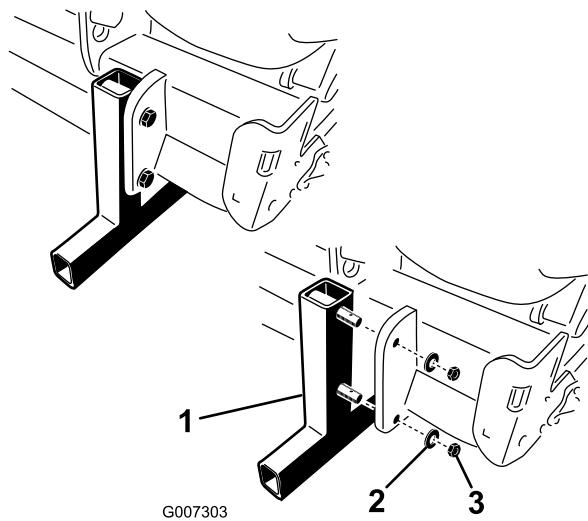

Figure 16
- Enlevez les écrous et rondelles de blocage qui fixent les supports de remisage à l'aérateur (Figure 16).
- Insérez les goupilles à anneau (fournies avec les pièces détachées) dans les ergots des supports pour le remisage (Figure 16).